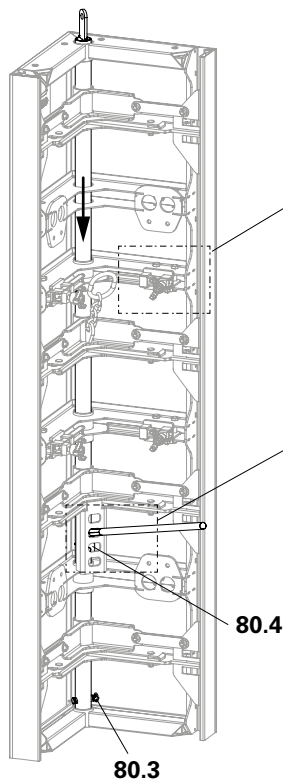

Fig. A11.03
2. Pousser les coulisseaux de la filière de positionnement (80.5) sur le profil jusqu'à ce qu'ils ferment en affleurant – 4x. (Fig. A11.03 + A11.03a)